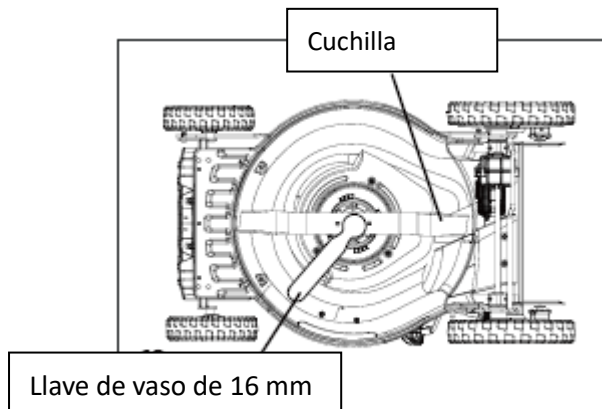

Fig. 14
- A continuación, retire la cuchilla con cuidado (véanse las figs. 14 y 15).